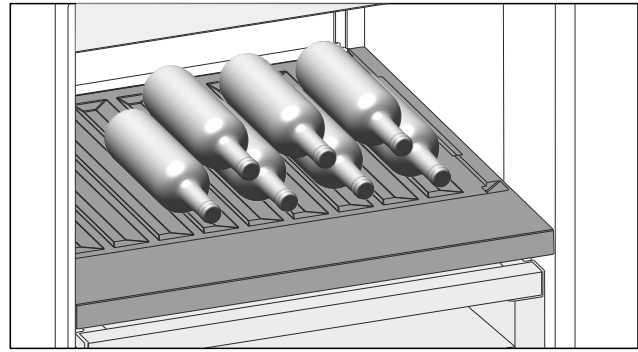

Fig. 133
- ▶ Flaschen mit dem Boden nach hinten zur Rückwand einlegen. (siehe Fig. 133)